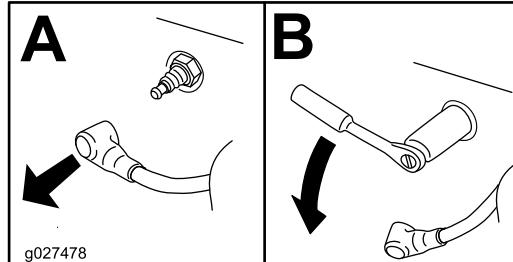

Figure 27
- Enlevez la bougie (Figure 27).